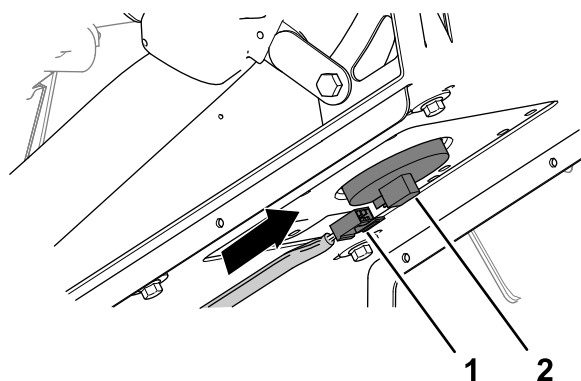

Figura 222
6. Collegate il connettore a 2 prese del cablaggio preassemblato della macchina al connettore per l'interruttore del sedile fino a quando i connettori non si fissano saldamente (Figura 222).